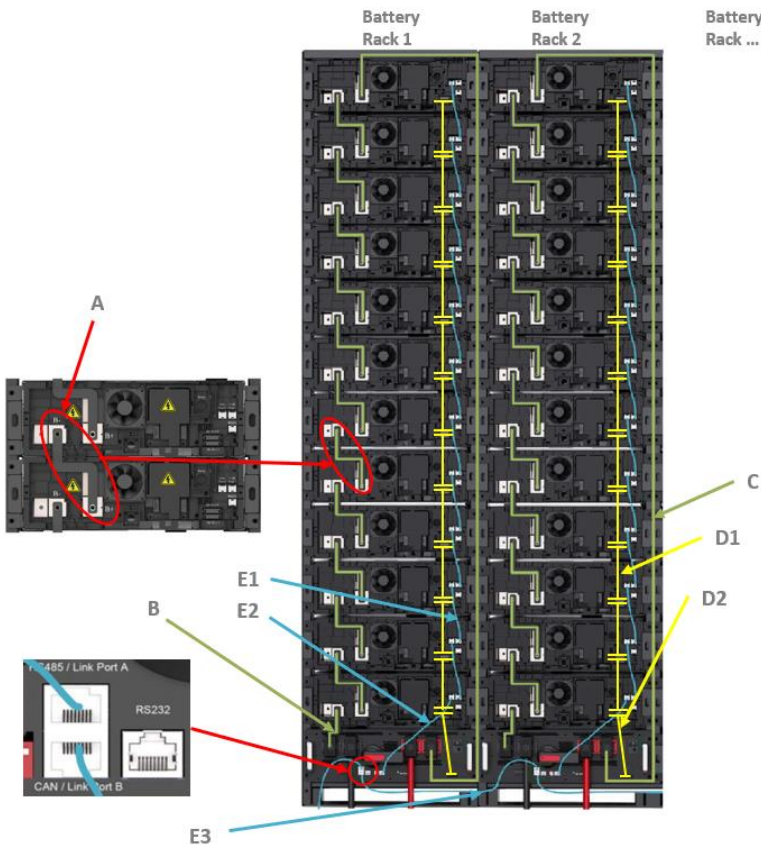

Abbildung 3-11: Übersicht Verkabelung BSC MAX
- Die DC-Verkabelung gemäß (Leitung A, B und C – siehe „Abbildung 3-11: Übersicht Verkabelung BSC MAX“)
Siehe „Abbildung 3-11: Übersicht Verkabelung BSC MAX